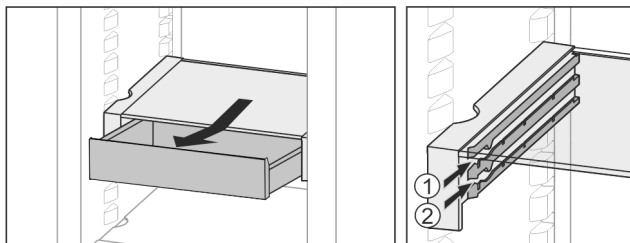

Fig. 30
- ▶ Inserire all'altezza desiderata Fig. 30 (1) o Fig. 30 (2).